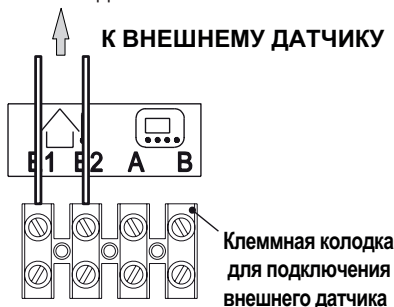

Рисунок 5.29
- Соедините клеммы **E1** и **E2** клеммной колодки с двумя электропроводами, см. Рисунок 5.29.